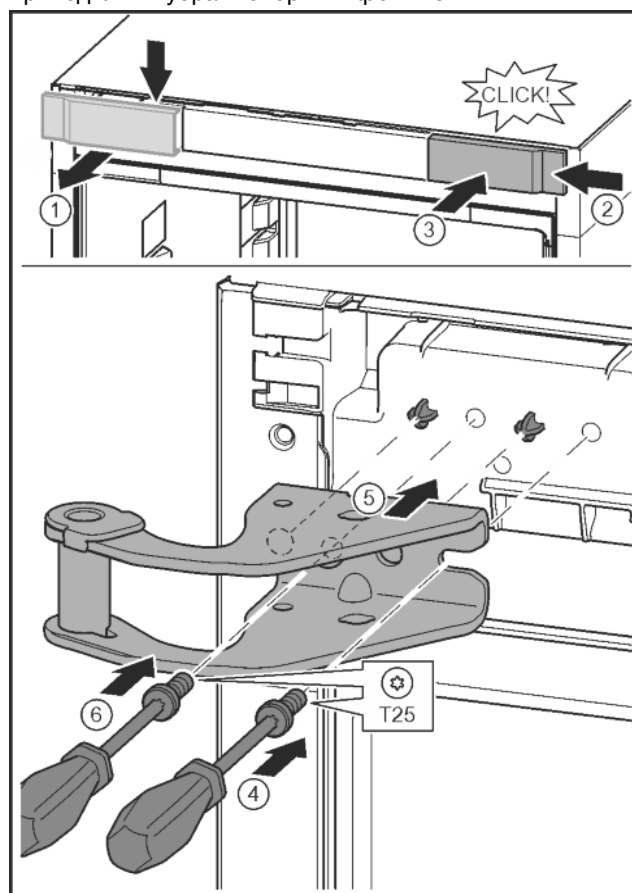

Fig. 14
- Отпустить крышку и снять сбоку. Fig. 14 (1)
- Навесить крышку, повернув ее на 180°, справа с другой стороны. Fig. 14 (2)
- Крышку зафиксировать. Fig. 14 (3)
- Установить винт отверткой T25. Fig. 14 (4)
- Установить верхний опорный кронштейн. Fig. 14 (5)
- Затянуть винт. Fig. 14 (4)
- Вставить и затянуть винт отверткой T25. Fig. 14 (6)